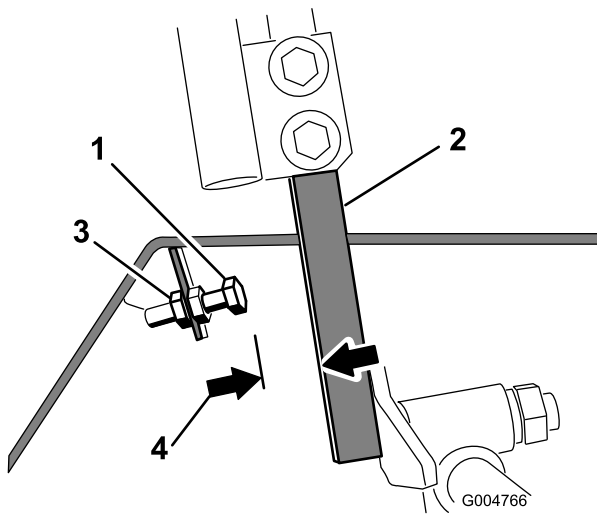

Figure 54
- Desserrez l'écrou de blocage sur le boulon d'arrêt de l'un des leviers de commande (Figure 54).